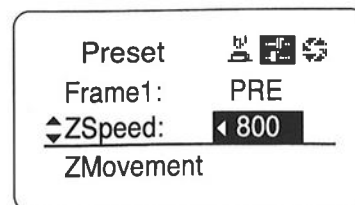

Fig6-9
なお、設定スピードは「(2) スピードプリセット」にて設定したものが、情報ディスプレイにて設定した数値 (Fig6-9 参照) が反映されます。